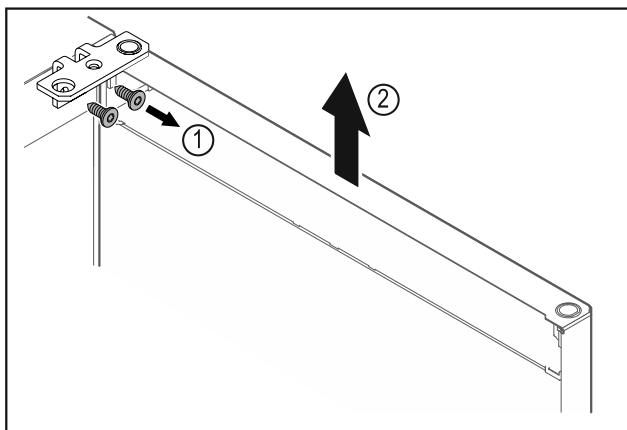

Fig. 9
- Desatornillar la escuadra de bisagra Fig. 9 (1).
- Levantar la puerta junto con la escuadra de bisagra Fig. 9 (2) aproximadamente 200 mm recta hacia arriba y retirar.